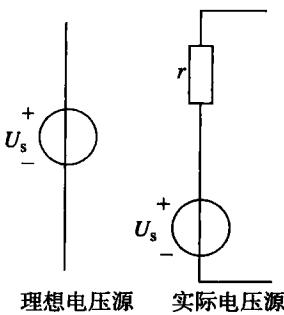
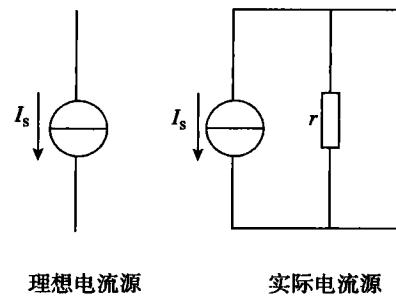

图 1-1 电压源
图 1-2 电流源
把非电能转换成电能的设备称为电源。电源分为电压源(如图 1-1 所示)与电流源(如图 1-2 所示)两种。理想电压源的电压恒定不变,但电流随外电路改变;理想电流源的电流恒定不变,但电压随外电路改变。
- 在实验线路板上按照实验图 1-1 连接好电路。
- (1) 以 D 点为参考点, 分别测量 A、B、C、H、G 各点的电位及两点间的电压, 将测量结果记入实验表 1-1。
实验图 1-1